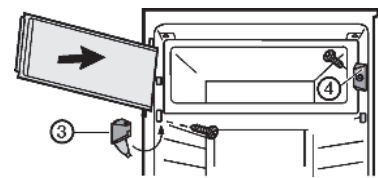

Fig. 3
- ▶ Monter l'élément de fermeture Fig. 3 (4).
- ▶ Monter le support d'appui Fig. 3 (3) et fermer le cache.